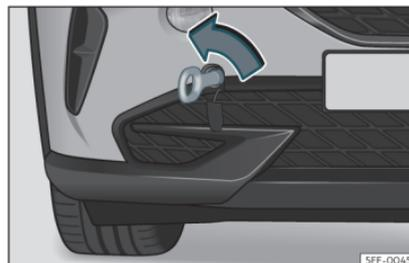

Fig. 44 Pare-chocs avant droit : œillet de remorquage vissé
le sens inverse des aiguilles d'une montre»» fig. 44 »» ❶. Utilisez un objet approprié pour visser fermement et entièrement l'œillet de remorquage dans son logement.
❶ ATTENTION